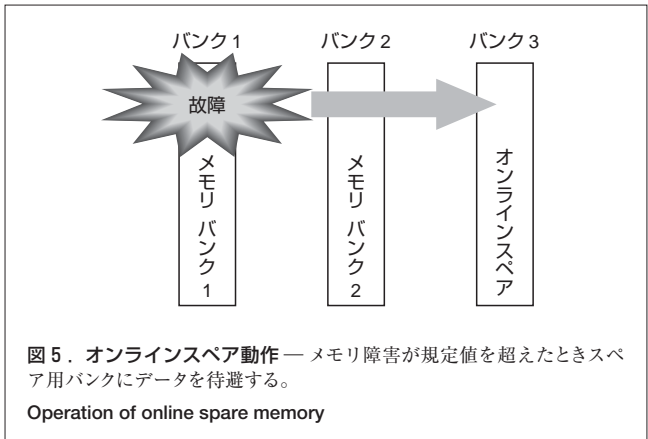

図5. オンラインスペア動作—メモリ障害が規定値を超えたときスペア用バンクにデータを待避する。
2.2.1 メモリオンラインスペア機能 オンラインスペア機能は、メモリに障害が発生し、その回数が規定値を超えたときに、あらかじめ指定しておいたスペア用バンクにデータを待避（コピー）してシステムの安定稼働を続けることを目的とした機能である（図5）。